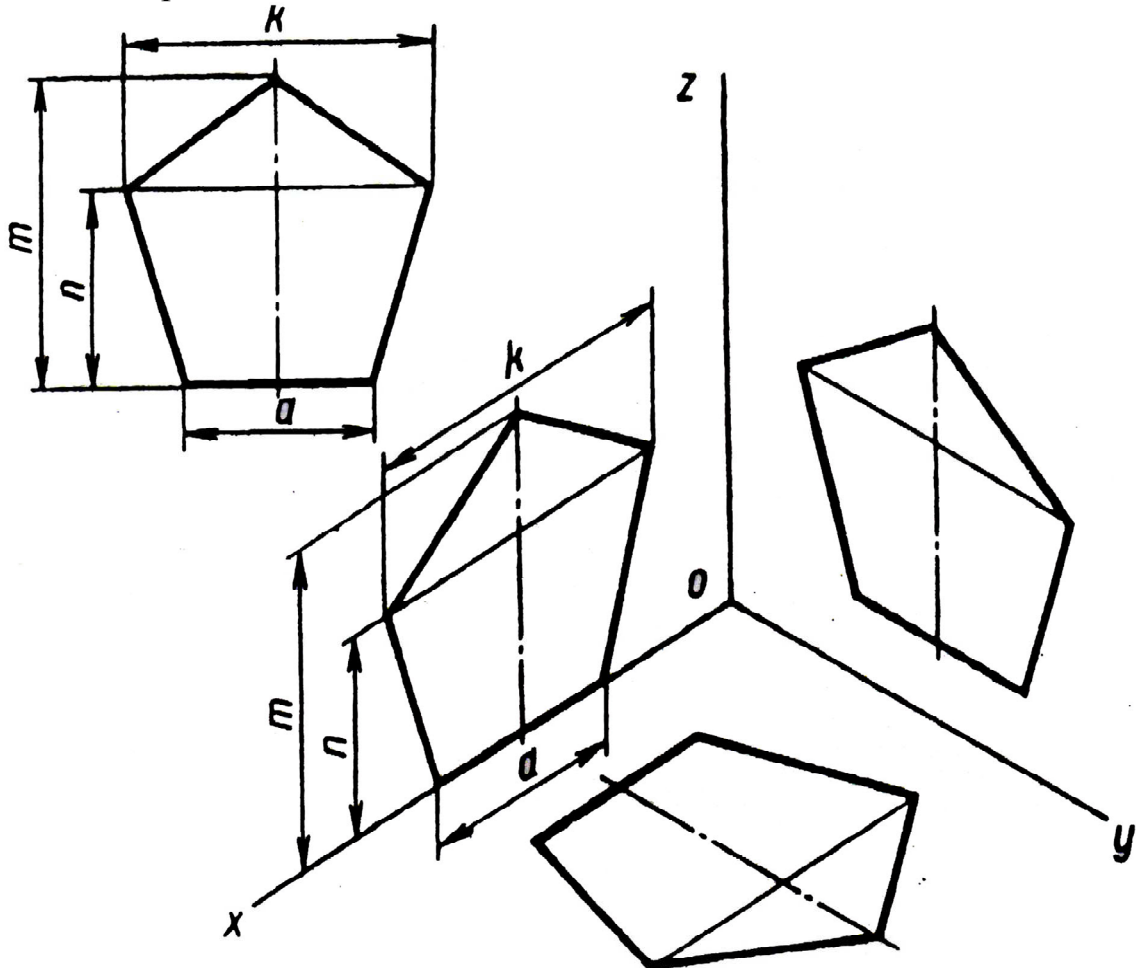

Рисунок 11 - Пятиугольник в трех проекциях
7. Выполняются аксонометрические проекции геометрических тел, и на них проецируются точки А, В и (С). Проставляются размеры. Построение конуса, цилиндра, пирамиды происходит аналогично. (Рис.11)